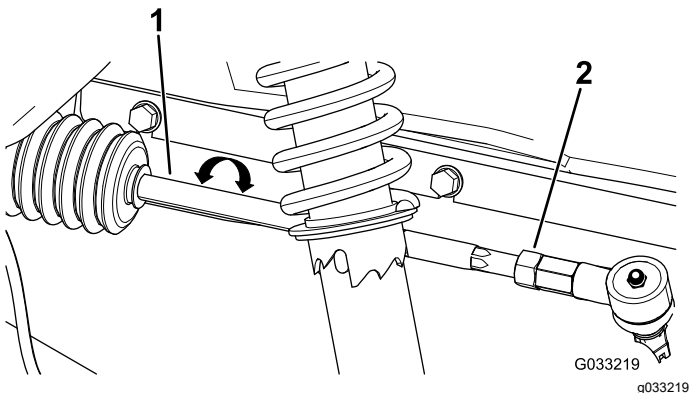

Figura 48
2. Si la distancia no es de 0–6 mm (0–¼"), afloje las contratueras en el extremo exterior de las bielas (**Figura 48**).